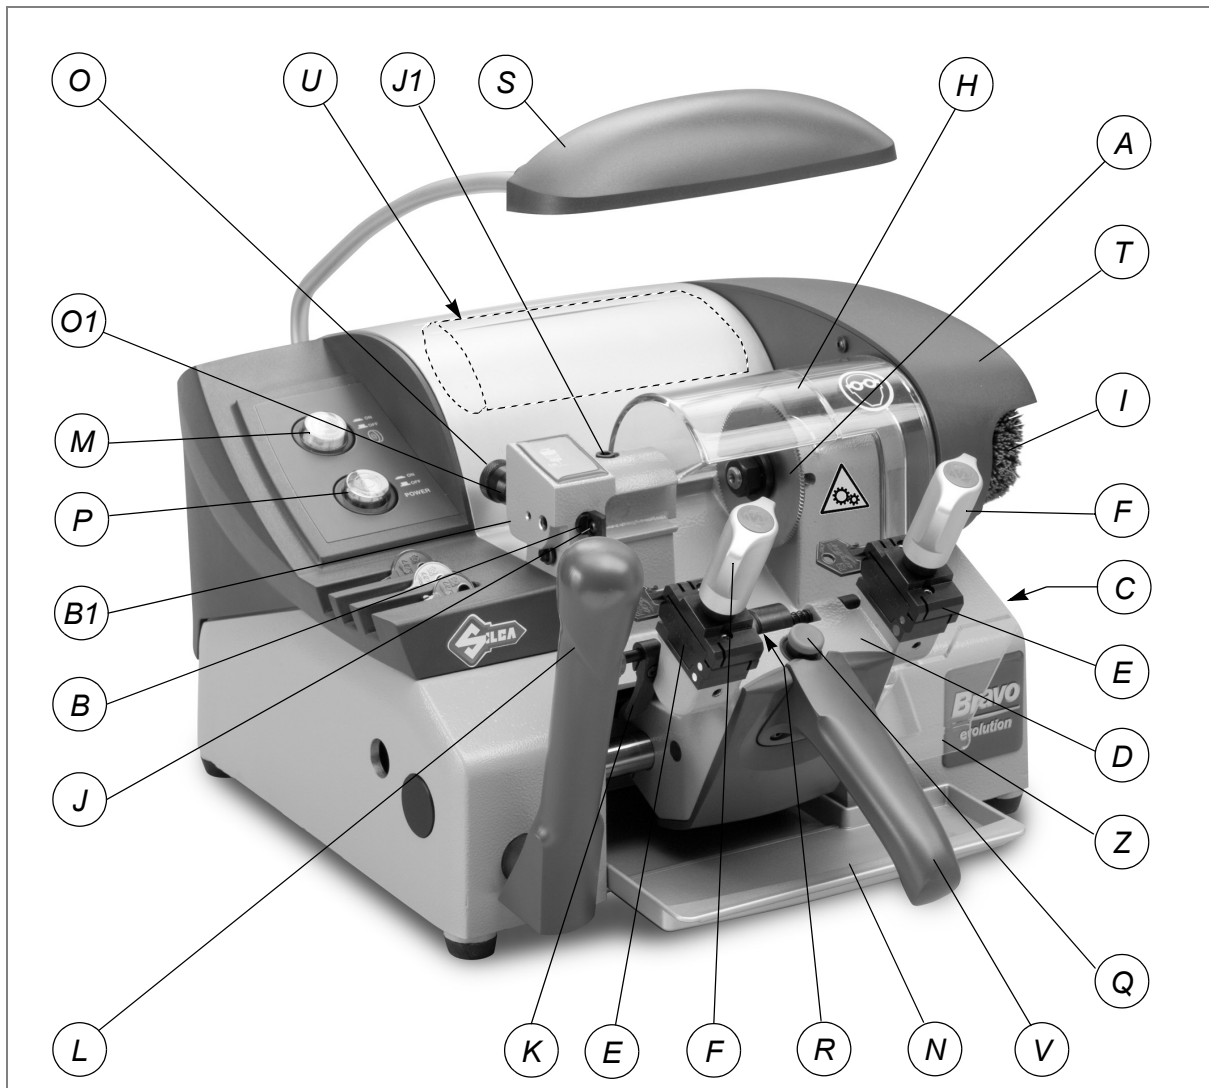

Fig. 5
Op de linkerkant van de dupliceermachine BRAVO ligt het bedieningspaneel met de 2 bedieningsorganen: de startschakelaar voor de motor (P) en de knop voor de borstel (M) (fig.5, pag.6).